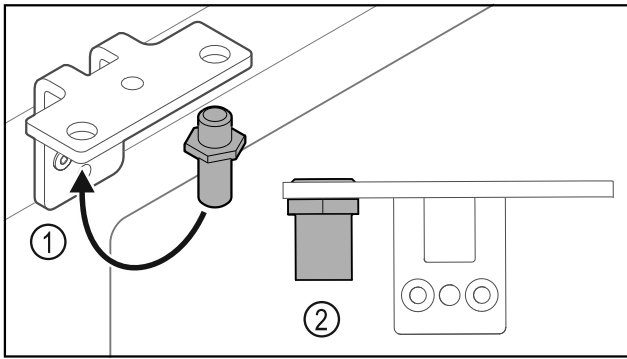

Fig. 22
- Bouten Fig. 22 (1) naar de scharnierhoek verplaatsen.
- Bouten Fig. 22 (2) met **aanhaalmoment van 12 Nm** vastdraaien.